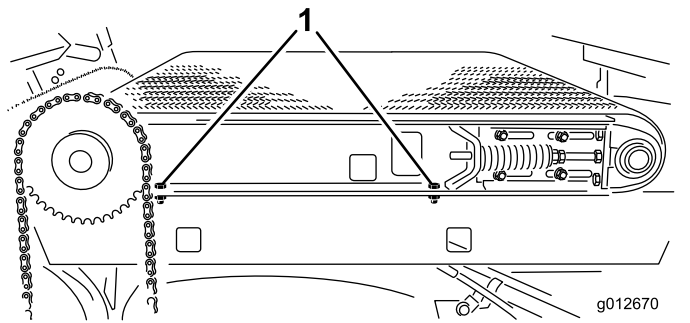

Figura 33
4. A la derecha de la máquina, afloje 2 tornillos que fijan el travesaño del bastidor deslizante al guardabarros derecho (Figura 33). Asegúrese de que los tornillos están lo suficientemente sueltos para dejar que la plataforma deslizante se incline.